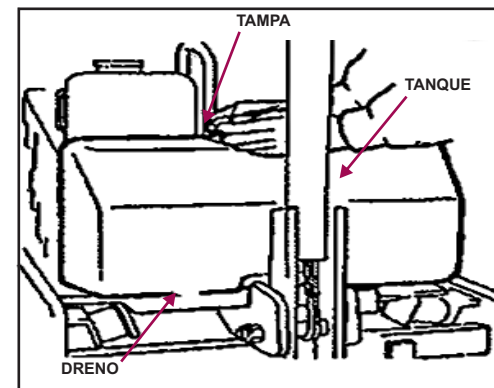

FIGURA 6
4.1 Drene toda a água e limpe o interior do tanque. (Figura 6)